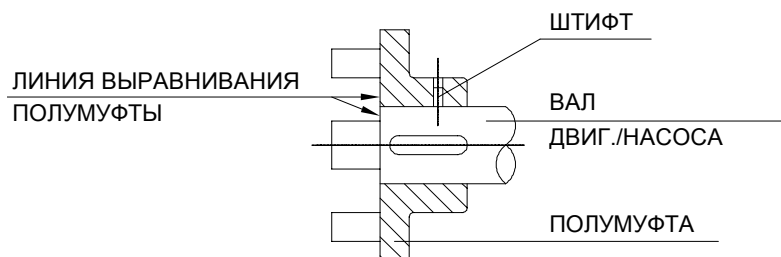

Рис. 5
- 1 - Тщательно очистить вал и соответствующую шпонку электродвигателя и/или насоса; ввести шпонки в соответствующие гнезда и подставить две полумуфты, располагая их вплотную к валам, слегка надавливая при помощи резинового молотка, предпочтительно после предварительного нагрева металлических частей (см. рис. 5). Слегка затянуть блокирующие штифты.